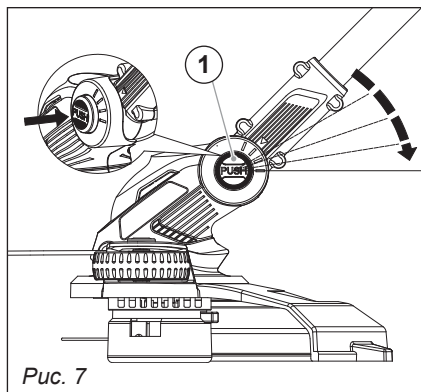

Рис. 7
нажмите кнопку регулировки наклона (1) и поверните головку в нужное положение (рис. 7). Это удобно для кошения в труднодоступных местах.